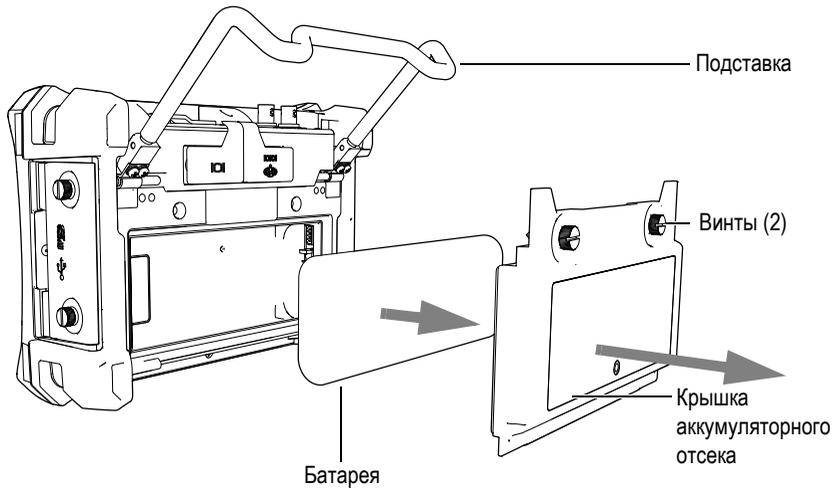

Рис. 1-7 Извлечение литий-ионной батареи
2. На задней панели прибора открутите винты, удерживающие крышку аккумуляторного отсека (см. Рис. 1-7 на стр. 29).
3. Снимите крышку аккумуляторного отсека (см. Рис. 1-7 на стр. 29).
6. Установите крышку аккумуляторного отсека на место и затяните винты (см. Рис. 1-7 на стр. 29).